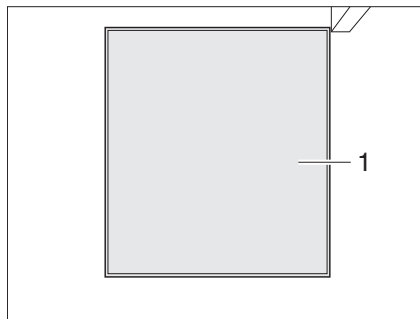

Fig. 246 Acceso al depósito de aguas fecales, cerrado
- Si el acceso al depósito de aguas fecales (cassette) (Fig. 246,1) está cerrado: extraer el cuarto de aseo (véase apartado 11.7.1).